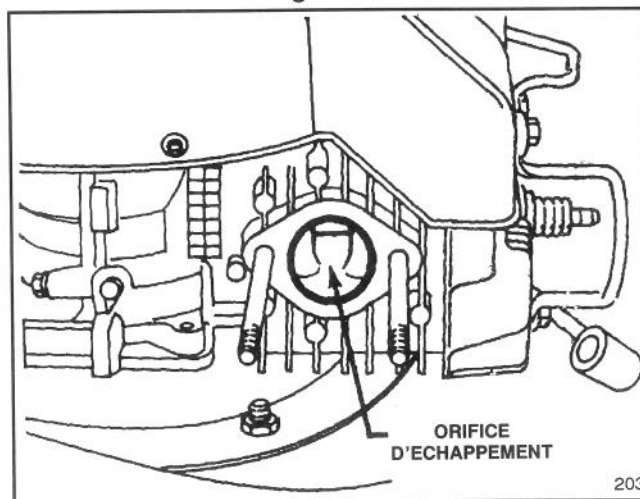

Figure 14
3. Débranchez le fil de la bougie. Tirez lentement le démarreur à cordon de manière à ce que le piston soit par-dessus l'orifice d'échappement (figure 14).
4. Nettoyez le carbone de l'orifice d'échappement (figure 14) avec un grattoir plat en bois dur.